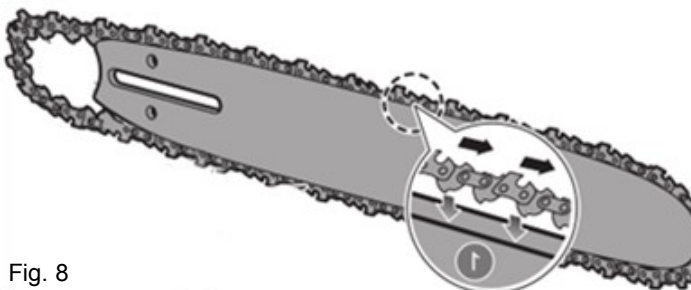

Fig. 8
- Positionnez la chaîne afin qu'il se trouve une boucle à l'arrière du guide-chaîne. (Fig 8)